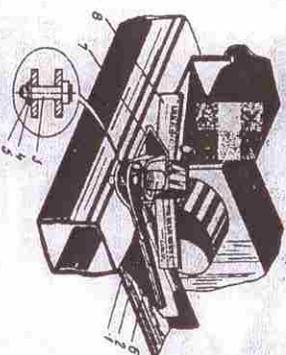

Рис. 5. Стопор поворотного устройства:
4.3.3. Стопор устройства поворотного (рис. 5) служит для блокирования поворотного устройства при маневрировании тракторного поезда задним ходом и состоит из корпуса 7, стопора 2, пружины 1, рукоятки 6 и лонжерона 8.